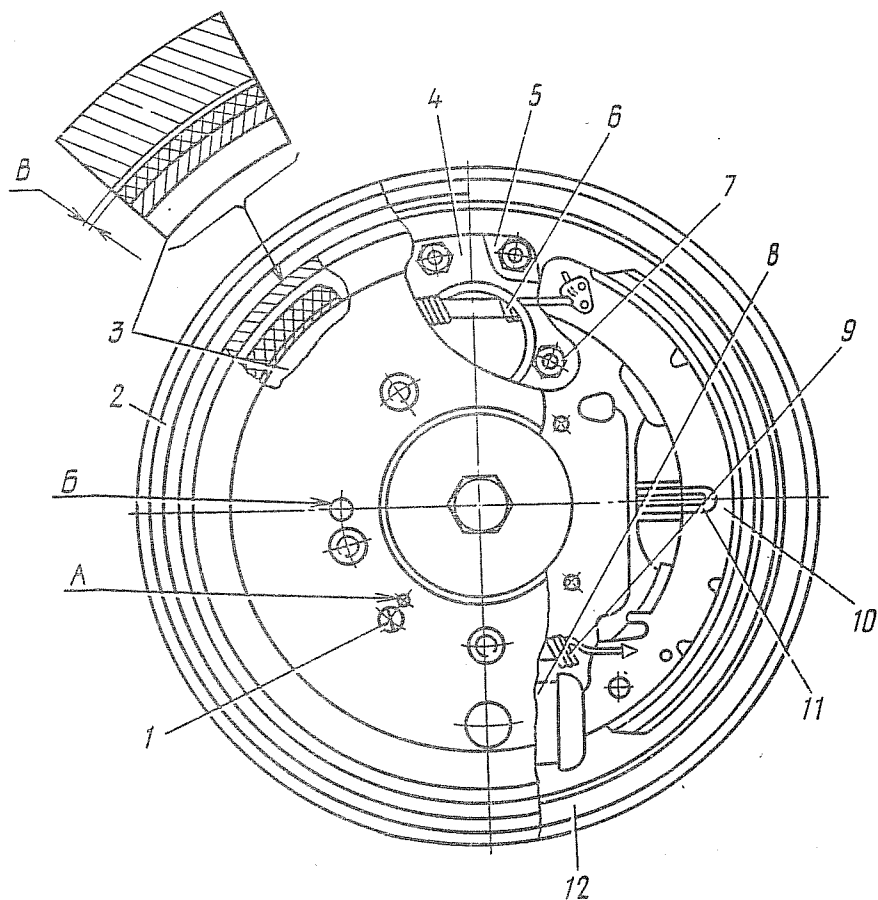

Рис. 81. Тормоз переднего колеса:
1.3. Отвернуть винты 1 (рис. 81) и снять тормозной барабан 2 (оправка, отвертка $200 \times 1,0$, технологические болты, ключ 12).